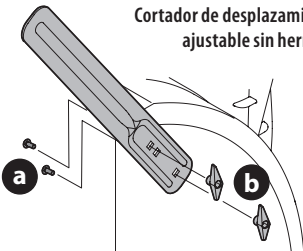

Figura 44
1. Retire los dos pernos del carro (a) y las tuercas de mariposa (b) que sujetan cada cortador de desplazamiento de nieve y retírelos de los lados de la caja de la barrena (Figura 44).
2. Gire los cortadores de desplazamiento de nieve y posícionélos según se muestra en la Figura 44 hacia el exterior de la caja de la barrena.